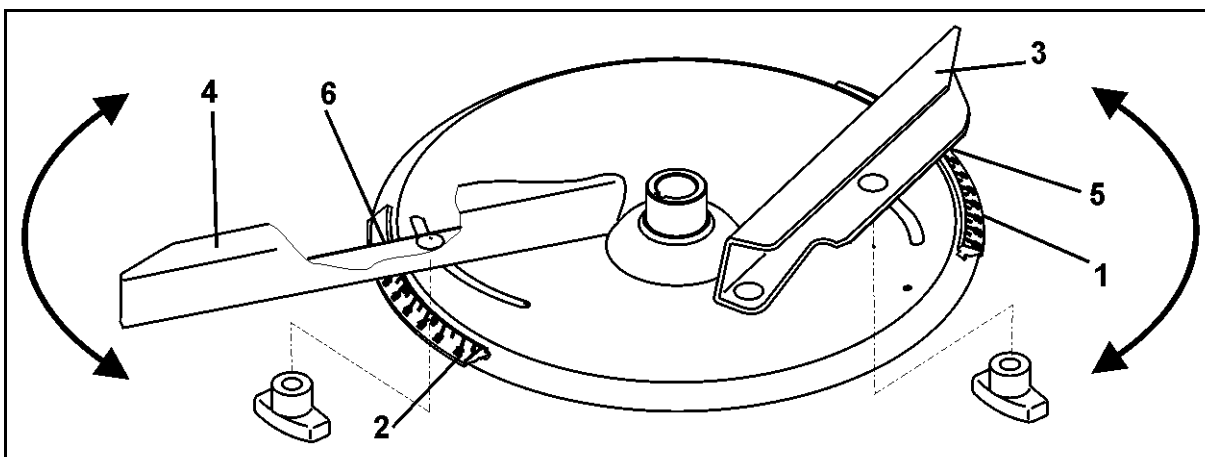

Fig. 56
Para una regulación precisa y sin necesidad de herramientas de cada una de las paletas distribuidoras, los discos de distribución disponen de unas escalas graduadas (Fig. 56/1 y Fig. 56/2) diferentes que no pueden intercambiarse entre sí.
- La pala de dispersión corta (Fig. 56/3) tiene asignada la escala (Fig. 56/1) con los valores del 5 al 28, y la pala larga (Fig. 56/4), la escala (Fig. 56/2) con los valores del 35 al 55.
- Para la pala de dispersión corta (Fig. 56/3), determinar los valores en el indicador (Fig. 56/5).
- Para la pala de dispersión larga (Fig. 56/4), determinar los valores en el indicador (Fig. 56/6).
- Al ajustar las palas de dispersión a un valor más alto de la escala (Fig. 56/1 o Fig. 56/2) se incrementa la anchura de trabajo.